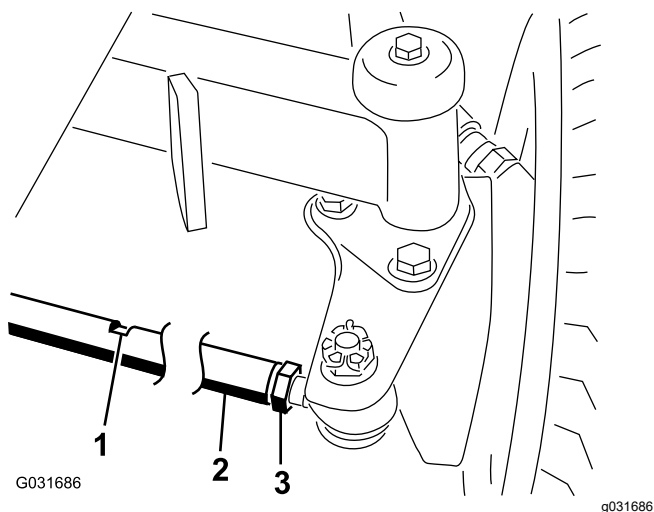

Figura 84
2. Afloje las contratuercas de ambos extremos del tirante (Figura 84).